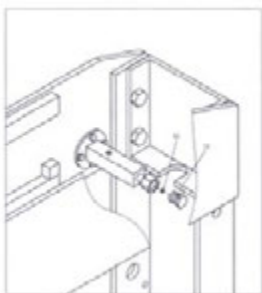

Figure 3
- Enlever la bougie du manomètre (22), insérer la bague de Nylon (42) dans le raccord du manomètre (43) et fileter le manomètre (41) fermement. Vérifier la fermeté pour empêcher les fuites. (figure 3, 4)